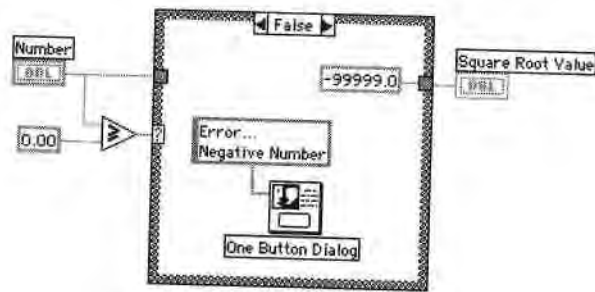

Рис. 6.26. Вариант ЛОЖЬ
3. Откройте окно блок-диаграммы. Создайте код, изображенный на рис. 6.26 и 6.27.
Помните, что варианты отображаются только по одному. Для изменения вариантов щелкните кнопкой мыши по стрелкам селектора структуры варианта. Обратите внимание, что рис. 6.26 и 6.27 показывают оба варианта структуры. Таким образом, вы знаете, что создавать. *Не создавайте две различные структуры в этом упражнении!*
5. Выберите другие объекты диаграммы и соедините их так, как показано, на рис. 6.26 и 6.27. Используйте окно контекстной помощи для отображения вводов и выводов различных функций.